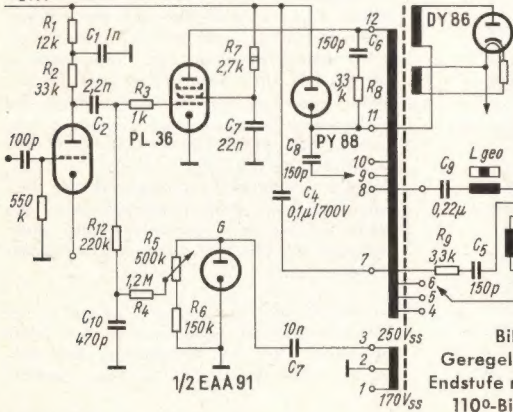

Bild 2.
**Allgemeines:** Mit der Einführung der 110a-Bildröhre ergab sich die Forderung nach einer stärkeren Leistungspentode für die Zeilen-Endstufe, die die erhöhte Ablenkleistung für die Horizontal-Ablenkschichten abgeben kann. Es wurde daher für diesen Anwendungsfall die PL 36 geschaffen, deren Daten nachstehend aufgeführt sind. Als Anwendungsbeispiel zeigt Bild 2 die Schaltung einer geregelten Zeilen-Endstufe.